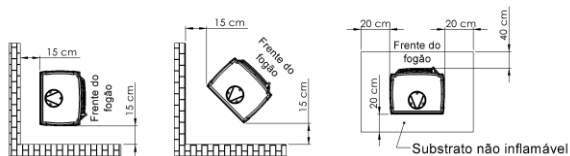

Fig.2. Distâncias seguras entre o fogão e as peças não combustíveis.
- a distância recomendada das peças NÃO INFLAMÁVEIS não é inferior a 15 cm (Fig. 2)